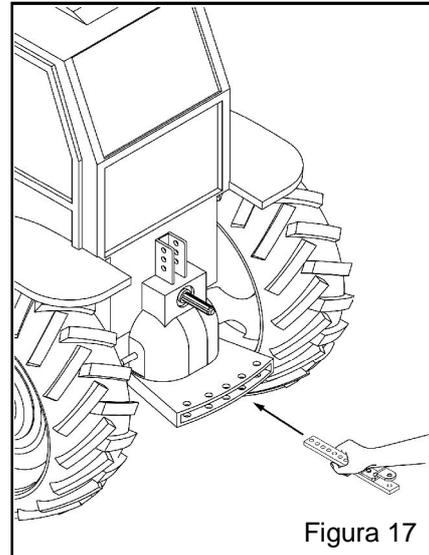

Figura 17
c) Retire la barra de tracción del tractor "A" (placa de cola) y efectúe la sustitución por la barra de tracción que acompaña el implemento (Figura 17).
3- Use el último orificio de la barra de tracción "a" (Figura 17), solamente como último recurso de regulación, para evitar su posible rotura.